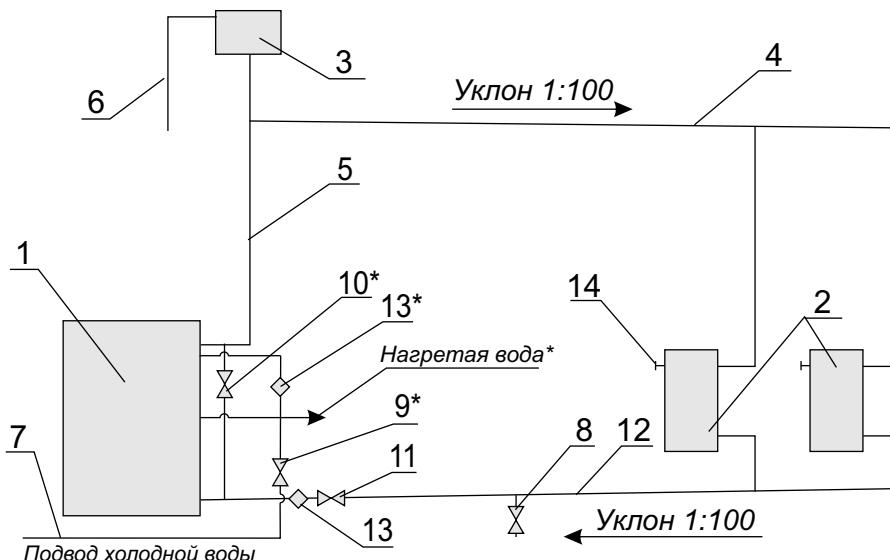

Рис. 8 Схема монтажа котла в системе отопления с естественной циркуляцией теплоносителя
6.13 Заполните систему отопления чистой водой с pH7+0,3. При заполнении системы жесткой водой с pH больше 7, значительно увеличивается отложение накипи на стенках котла и системы отопления, вследствие чего уменьшается эффективность котла и увеличивается расход газа! Расширительный бачок размещается в высшей точке системы. Контроль заполнения системы водой осуществляйте по переливному патрубку рис.8. Объем бачка должен быть не менее 8% от объема отопительной системы.